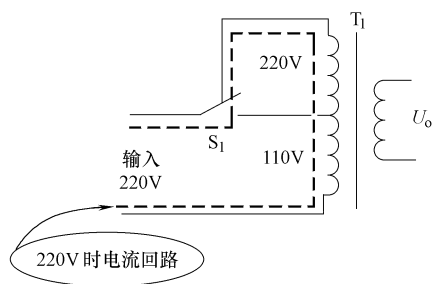

图 10-33 220V 输入电压时的电流回路示意图
1) 220V/110V 交流输入电压转换电路分析。在 220V 地区使用时, 交流电压转换开关  $S_1$  在图示的“220V”位置上, 这时 220V 交流电压加到  $T_1$  全部的一次绕组上, 这时  $T_1$  二次侧输出交流电压为  $U_o$ 。图 10-33 所示是 220V 输入电压时的电流回路示意图。